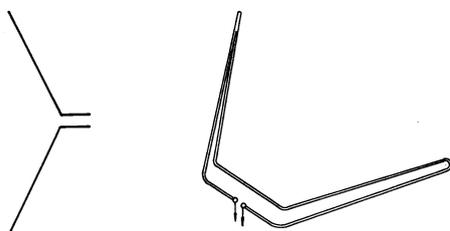

Fig.1.17. Geknickter Einfach- oder Faltdipol.
c) Geknickter Dipol (Fig.1.17)